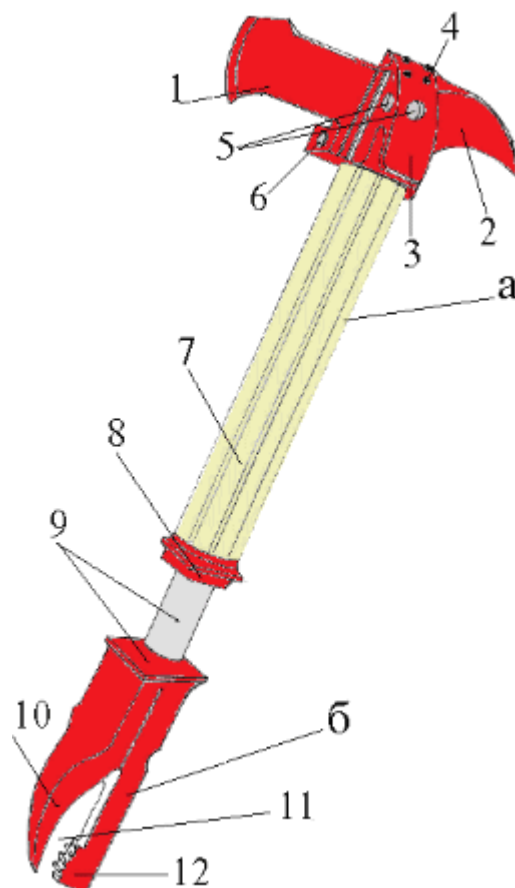

Рис. 5.57. Общее устройство ИРАС
- изогнутый шип на торце головки (рис. 5.57).
Нож вскрывателя со штангой служит для обрубки болтов, заклепок, головки штырей, цапф, пальцев петель оконных и дверных. На ноже вскрывателя имеется полузакрытый продольный паз с режущей кромкой, напротив которого в горловине расположен острый зубчатый край. Такая компоновка не допускает проскальзывания ножа вскрывателя при "резке" листового материала. Отлитый на буртике ножа вскрывателя паз служит для захвата кабеля, троса или арматуры, благодаря чему их затем легче перерубить на ровной плоскости ножа вскрывателя (рис. 5.57.).